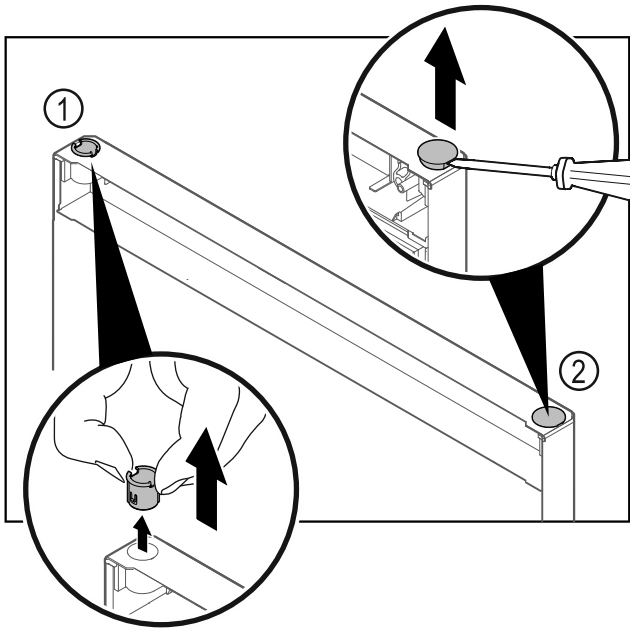

Fig. 22
- ▶ Τραβήξτε έξω την υποδοχή μεντεσέ Fig. 22 (1) με τα δάχτυλα.
- ▶ Ανασηκώστε προσεκτικά την τάπα Fig. 22 (2) με ένα ίσιο κατσαβίδι και τραβήξτε την έξω.